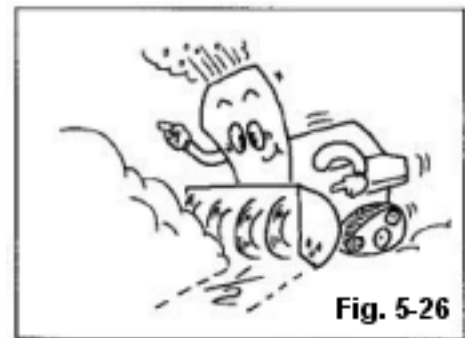

Fig. 5-26
- Räumen Sie den Schnee mit einer Schneeräumbreite von etwa der Hälfte der Schneckenbreite. Das erlaubt nicht nur ein leichtes Schneeräumen, sondern verhindert auch eine zusätzliche Belastung, die die Leistungsfähigkeit der Schneefräse übersteigt, so dass diese nicht geschädigt wird (siehe Abbildung 5-26)..